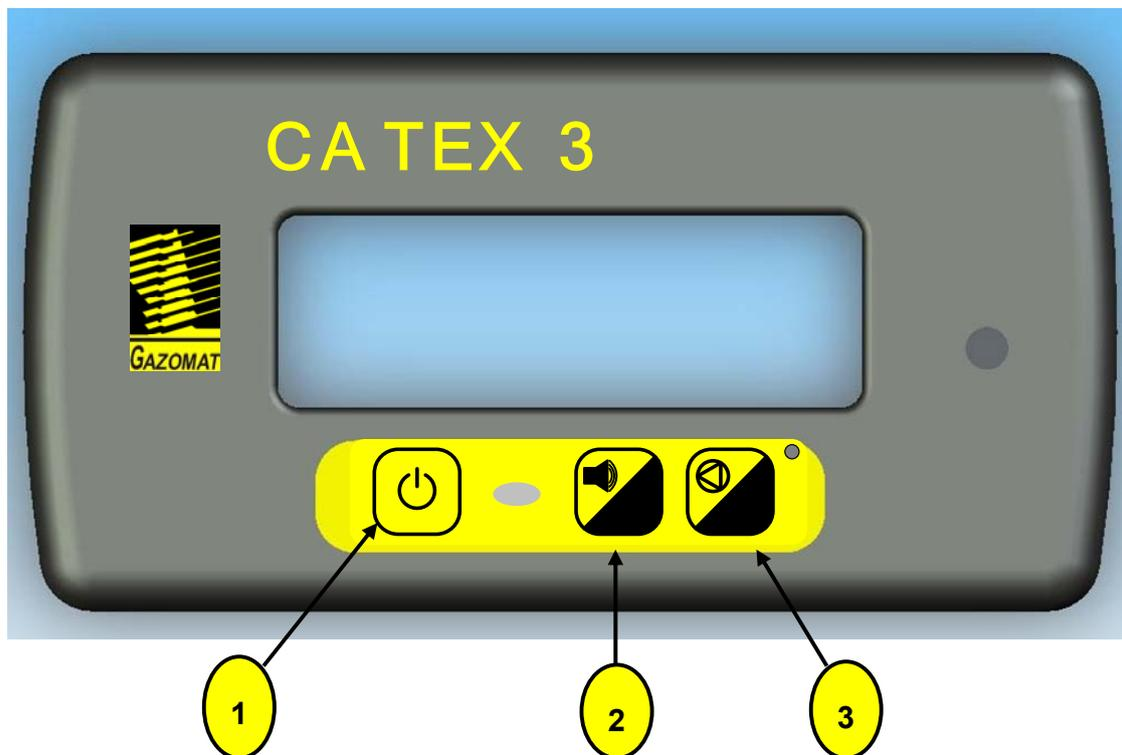

Рис. 1
- Нажмите два раза подряд на клавишу №1 "Включение/Выключение" (рис. 1). Приведение прибора в действие обязательно должно осуществляться в чистой воздушной среде, т. е. на практике – вне помещений. Что касается приборов, оснащенных всасывающим пробоотборником, то при приведении их в действие пробоотборник должен быть направлен вверх.
Первое нажатие на клавишу №3 (рис. 1) активирует аварийный сигнал. Нажатием на клавишу №3 осуществляется приращение порога подачи аварийного сигнала (этот порог указывается в диалоговом поле экрана во время этапа настройки).
Выключение прибора производится долгим нажатием на клавишу №1 "Включение/Выключение" (рис. 1). По мере возможности желательно осуществлять выключение прибора в незагрязненной среде.
- Нажмите три раза подряд на клавишу №1 "Включение/Выключение" (рис. 1). Приведение прибора в действие обязательно должно осуществляться в чистой воздушной среде, т. е. на практике – вне помещений. Что касается приборов, оснащенных всасывающим пробоотборником, то при приведении их в действие пробоотборник должен быть направлен вверх.
Первое нажатие на клавишу №3 (рис. 1) активирует аварийный сигнал. Нажатием на клавишу №3 осуществляется приращение порога подачи аварийного сигнала (это порог указывается в диалоговом поле экрана во время этапа настройки). Установленный порог подачи аварийного сигнала сохраняется прибором при его выключении.